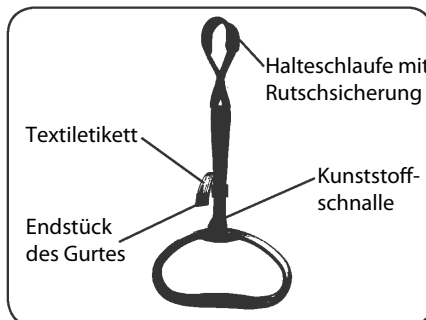

Abb. 6.6.03 - Haltegriff und Gurt
4. Passen Sie die Höhe des Haltegriffs an die individuellen Patientenbedürfnisse an. Das Gurtband hat einen Verstellbereich von 20 cm und kann über die Kunststoffschnalle (Abbildung 6.6.03) verstellt werden. Hierbei darf der Griff nicht belastet sein. Achten Sie darauf, dass das Endstück des Gurtes min. 3 cm über der Kunststoffschnalle steht (Abbildung 6.6.03).